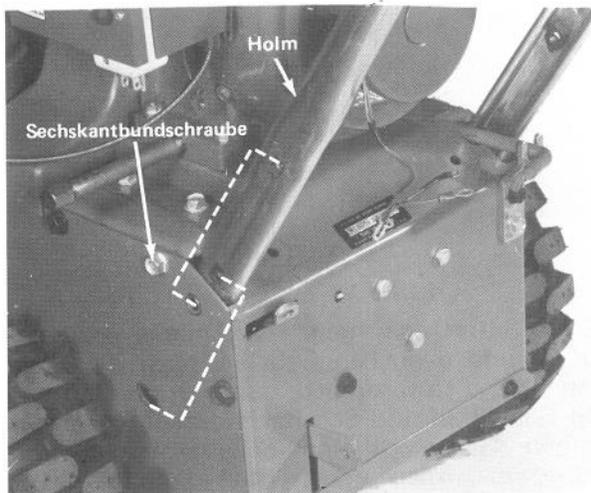

Abb. 2
4. Zwei Sechskantbundschrauben (mit denen die Transportsicherungen befestigt waren) wieder in die Löcher in den Seitenplatten der Maschine einführen (Abb. 2). Dann die Holme innen an den Seitenplatte ansetzen und alle Löcher zur Deckung bringen (Abb. 2).